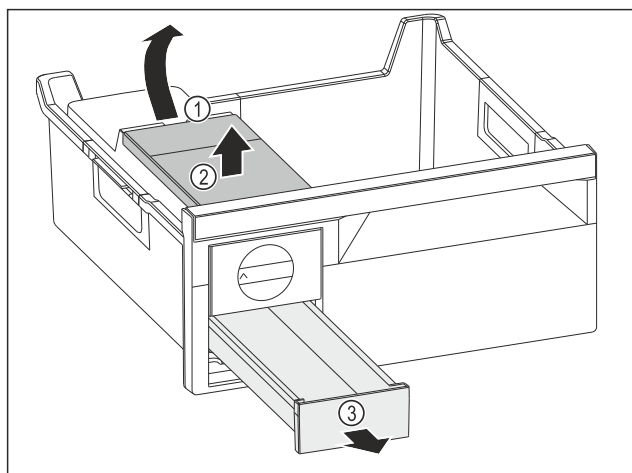

Fig. 182
- ▶ Udtagning af vandtank: Løft vandtanken i udsparingen Fig. 182 (1).
- ▶ Tag vandtanken Fig. 182 (2) op og ud.
- ▶ Tag isterningskuffen Fig. 182 (3) frem og ud.